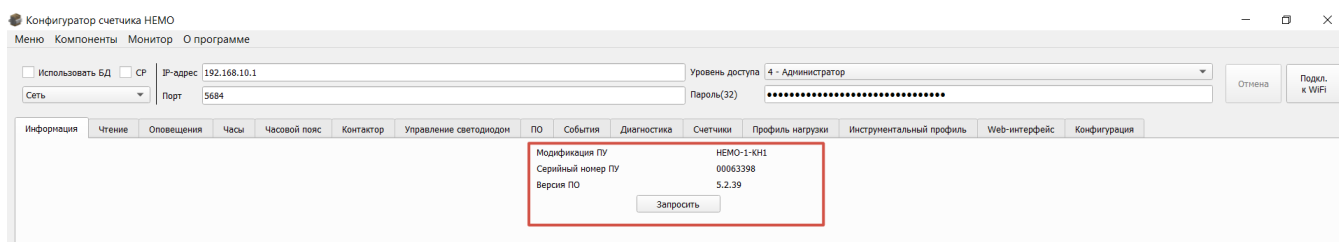

Рисунок 22
- При успешном подключении данные о счетчике будут выведены на экран, см. Рисунок 22.